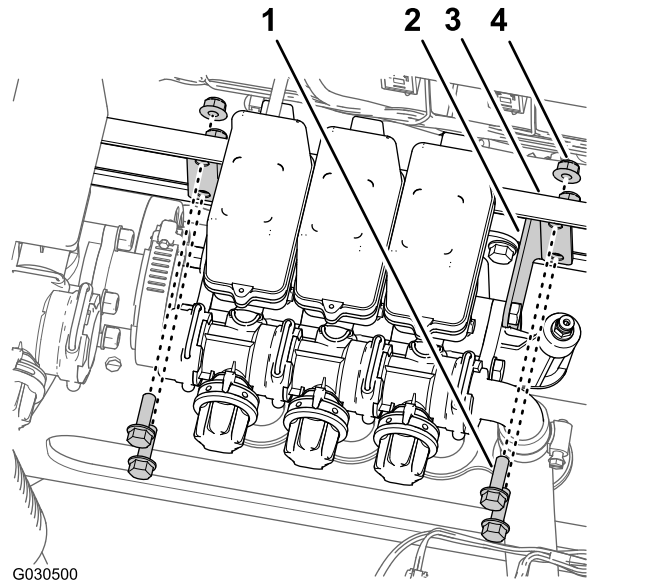

Рисунок 63
5. Удалите 4 болта с фланцевыми головками (5/16 x 1 дюйм) и 4 фланцевые контргайки (5/16 дюйма), которые крепят монтажные кронштейны с двух сторон трех клапанов секции стрелы к креплению коллектора (Рисунок 63).